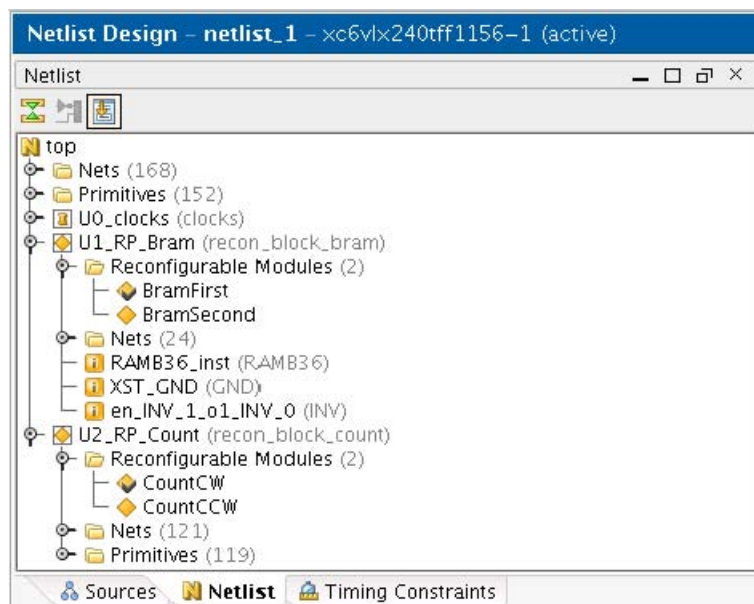

図 9 : リコンフィギャブル モジュールを追加した後の [Netlist] ビュー
この段階で、リコンフィギャブル モジュール (RM) が 1 つ各リコンフィギャブル パーティションに追加され、[Netlist] ビューは図 9 のように表示されているはずです。各リコンフィギャブル パーティションの下にはネットおよびプリミティブがリストされます。これらのネットおよびプリミティブは現在アクティブになっている RM 用のもので、チェックマークの付いた黄色のひし形アイコンが表示されます。図 9 では、BramSecond および CountCCW がアクティブ モジュールです。アクティブにする RM を変更する場合は、それを右クリックして [Set as Active Reconfigurable Module] を選択します。